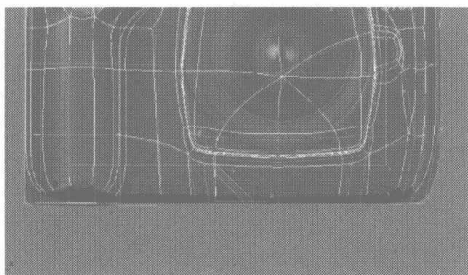
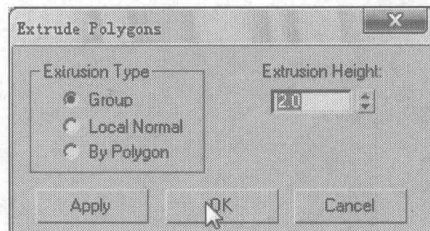

图 6.314
图 6.315
- 01** 在 Front 视图中框选如图 6.314 所示的面, 在 Edit Polygons 卷展栏中单击 **Extrude** 右侧的小按钮, 在弹出的对话框中设置挤压参数, 如图 6.315 所示, 使底面平滑。